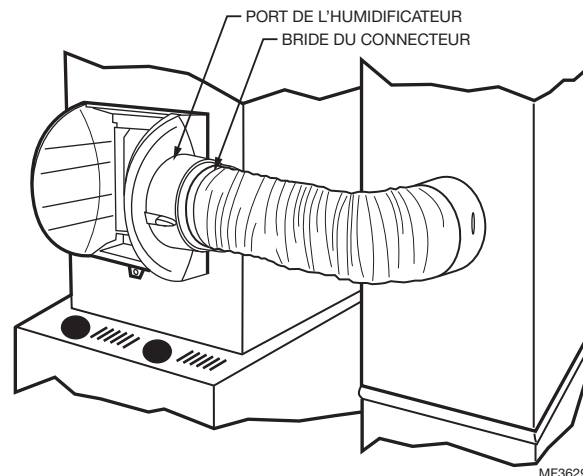

Fig. 6. Connexion du conduit de dérivation.
9. Réassembler les plaques latérales de l'humidificateur pour adapter l'orientation en fonction de l'installation spécifique. La plaque latérale avec le port pour l'humidificateur doit être située du côté de l'humidificateur le plus proche du conduit de dérivation. Veiller à ouvrir le volet de dérivation lorsque l'humidificateur est utilisé et à le fermer lorsqu'il ne l'est pas. Voir la Fig. 6.